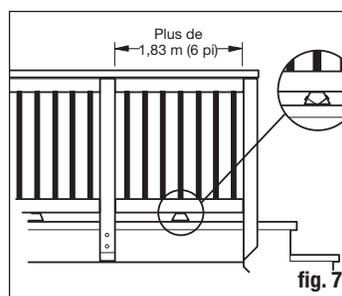

fig. 7
**Étape 6:** Pour des sections de traverse plus longues que 1,22 m (4 pi), il est obligatoire d'utiliser des blocs de support. Ceux-ci peuvent être faits à partir des chutes de traverse de 5,08x10,16 cm (2x4 po). Positionnez correctement le bloc de support et clouez-le en biais à la traverse inférieure et planche de platelage (Fig. 7).